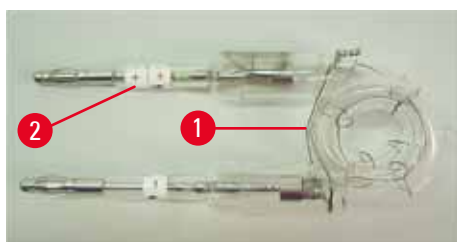
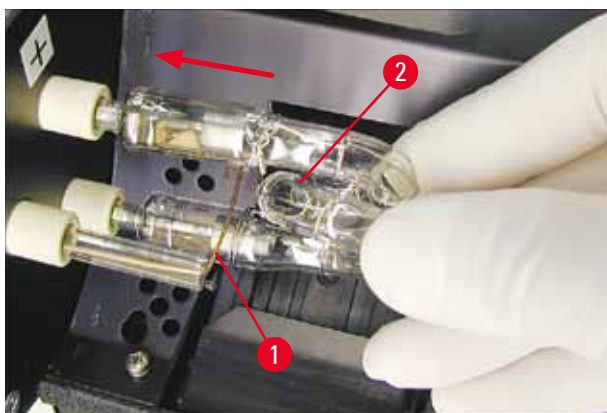

Fig. 18
Fig. 20
2. Introduire la lampe flash neuve (→ "Fig. 18") dans le socle (→ "Fig. 17-3") ; puis l'enfoncer avec précaution jusqu'à la butée (→ "Fig. 20") (le repère de polarité (+) ne doit plus être visible). Effectuer de petits mouvements ascendants et descendants, toujours avec précaution, si nécessaire.